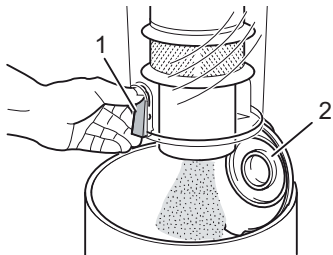

Abb. 22
5. Drücken Sie die Entriegelungstaste (Abb. 22/1). Die Bodenplatte (Abb. 22/2) öffnet sich und der Staub rieselt in den Mülleimer.